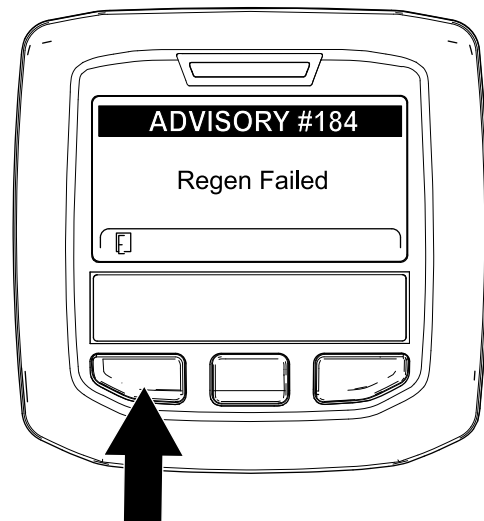

Figure 60
**Remarque:** Si la régénération échoue, l'InfoCenter affiche l'avis n° 184 (Figure 60). Appuyez sur le bouton gauche pour revenir à l'écran d'accueil.